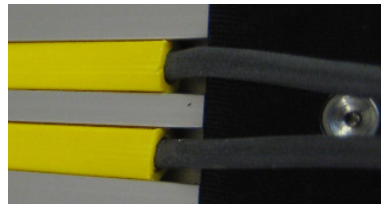

Abbildung 12: Nuten für Initiatoren, Detail
- ◆ Zur Fixierung der Initiator-Kabel können Sie die zu Beginn demontierten Abdeckbänder verwenden. Schneiden Sie dazu die Bänder auf die gewünschten Längen zu. Hierzu kann eine Schere verwendet werden. An der Stelle, wo die Kabel ausgeführt werden, kürzen Sie das jeweilige Band 5 bis 10 mm zusätzlich (siehe Abbildung 12: Nuten für Initiatoren, Detail).